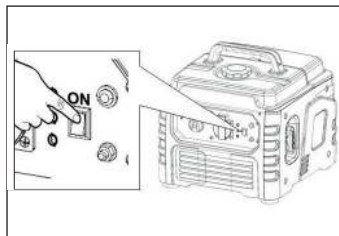

Рис. 6
- Переверните клавишу выключателя зажигания в положение «ВКЛ» (Рис. 6).